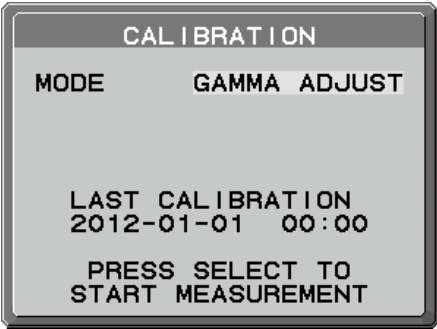

图 1
- 2. 在 MODE 选择中选择 GAMMA ADJUST (伽马调整) (图 1)。